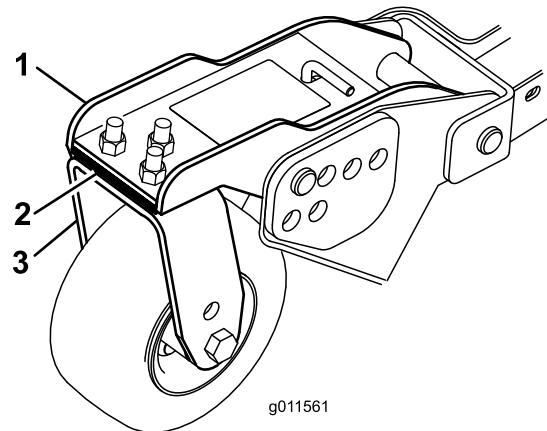

Figure 30
3. Ajoutez ou retirez des cales de 3 mm sur le(s) bras pivotant(s) avant pour que la hauteur de coupe corresponde à celle indiquée sur l'autocollant (Figure 30).